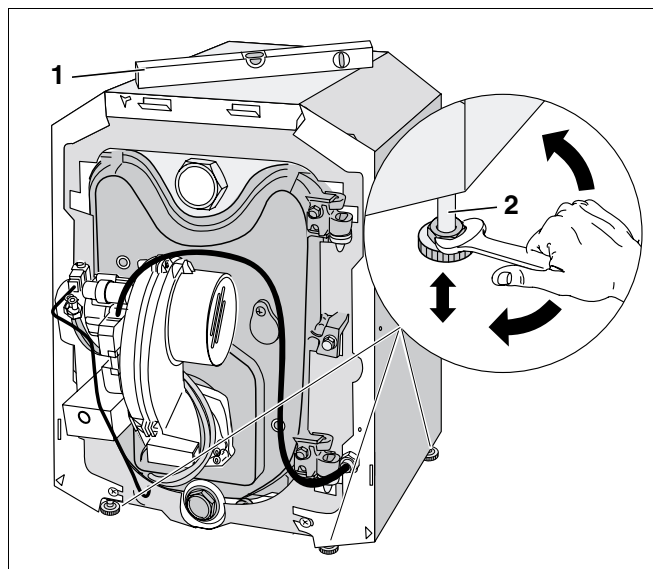

Fig. 14 Justering af kedlen med fodskruer
- Drej efter behov fodskruerne (fig. 14, **pos. 2**) ind eller ud for at justere kedlen vandret og lodret ved hjælp af et vaterpas (fig. 14, **pos. 1**).